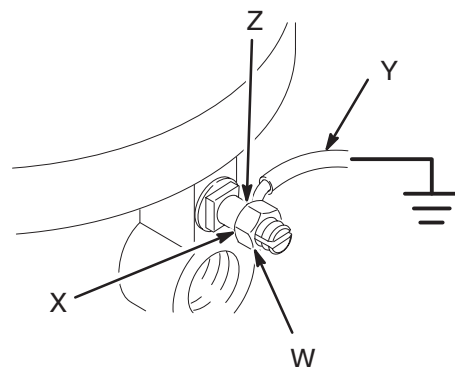

Abb. 1
- *Pumpe*: Erdungsdraht und Klammer verwenden. Siehe Abb. 1. Mutter (W) und Scheibe (X) der Erdungsöse lösen. Ein Ende eines 1,5 mm² dicken Erdungsdrahtes (Y) in den Schlitz in der Öse (Z) schieben und die Mutter fest anziehen. Das andere Ende des Drahtes mit einer guten Erde verbinden. Erdungsdraht und Klemme mit Teile-Nr. 237569 bestellen.